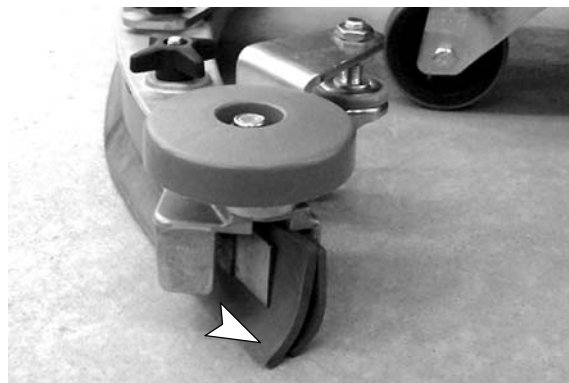

FIG. 62
3. Durant le fonctionnement de la machine avec les roulettes réglées correctement, les lames de racloir doivent avoir une déflexion comme illustré (Figure 62).